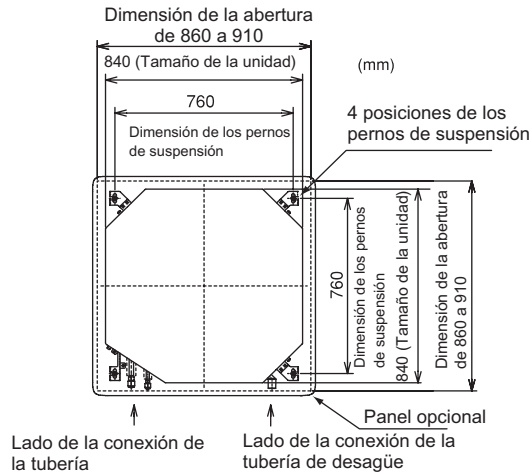

Imagen 3.3 Abertura del falso techo y pernos de suspensión
- (2) Corte el área para la unidad interna en el falso techo e instale los pernos de suspensión como se muestra en la Imagen 3.3.